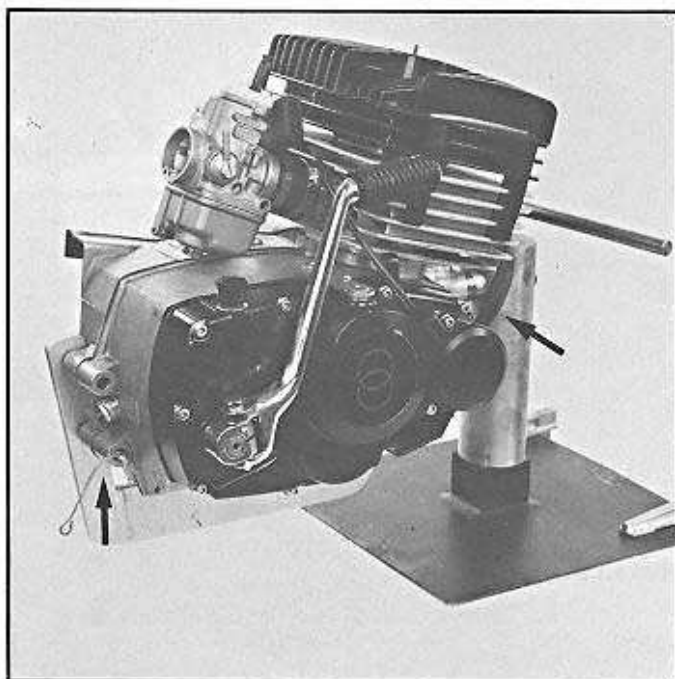

Fig. 10
- Fixer le moteur sur la plaque et placer les deux goupilles de retenue (fig. 10)